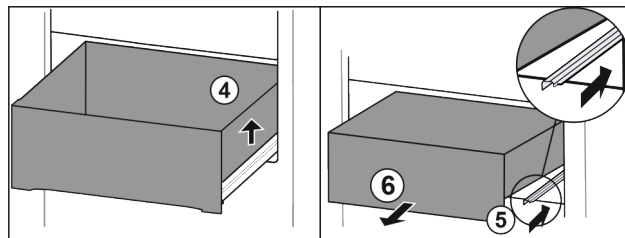

Fig. 90
- Повдигнете чекмеджето отдясно. Fig. 90 (4)
- Вкарайте дясната релса. Fig. 90 (5)
- Извадете чекмеджето напред. Fig. 90 (6)